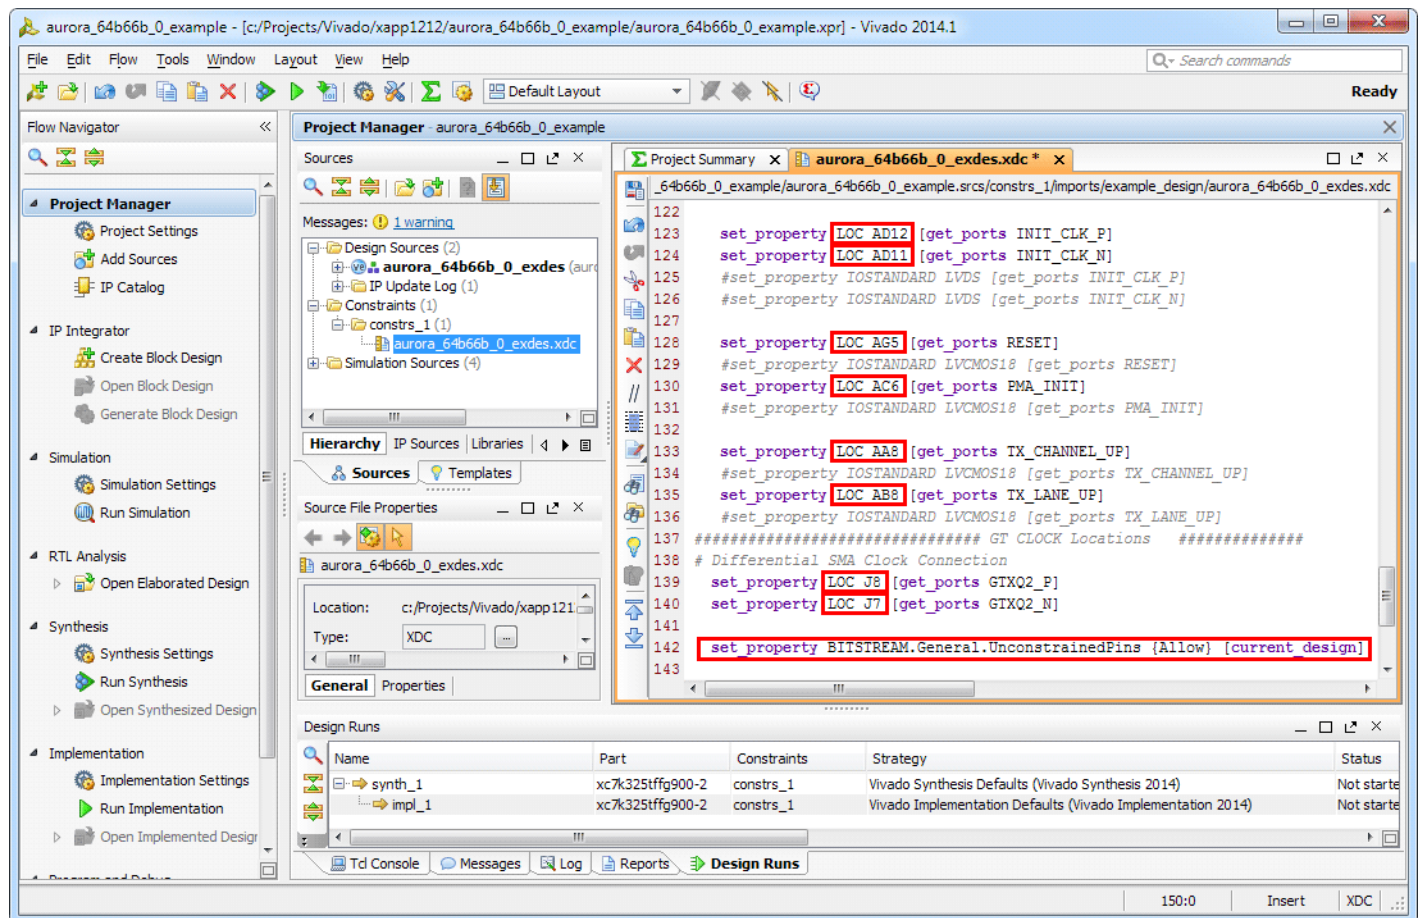

図 12 : Aurora 64B/66B シンプレックスの LOC 制約
6. 表 1 に示すとおり Aurora コア ポートのピン位置を割り当てます (図 12 参照)。
- このサンプル デザインには、制約されていないピンが含まれています。ビットストリーム ファイルの生成を可能にするには、制約ファイルの最後に次の行を追加してください (図 12)。